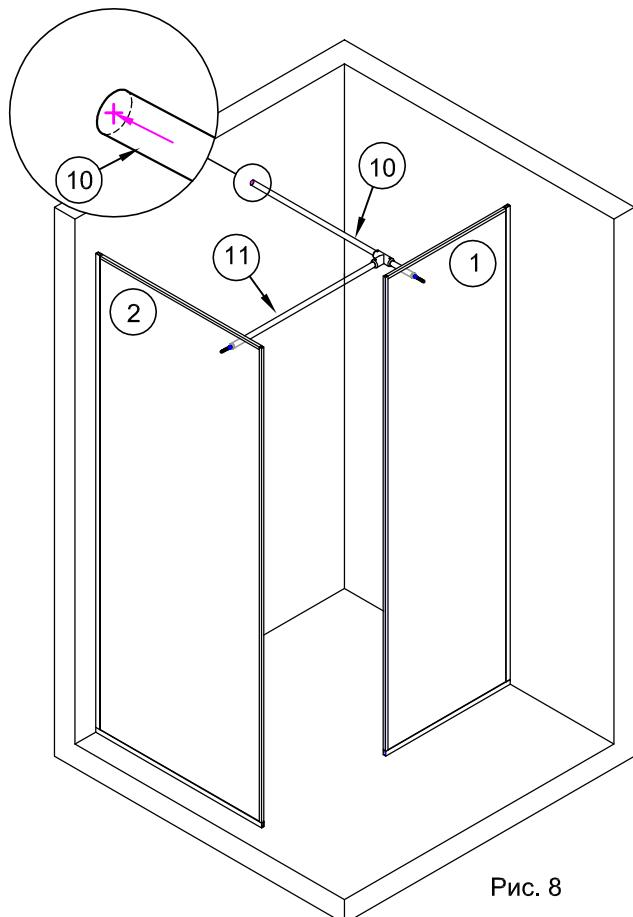

Рис. 8
5.2. Вставить штангу шпильками с прокладками №19 в отверстия на стеклах панелей (рис.8).
5.3. При помощи уровня обеспечить горизонтальное положение штанги. На противоположной стене отметить положение оси штанги №10 (рис.8).